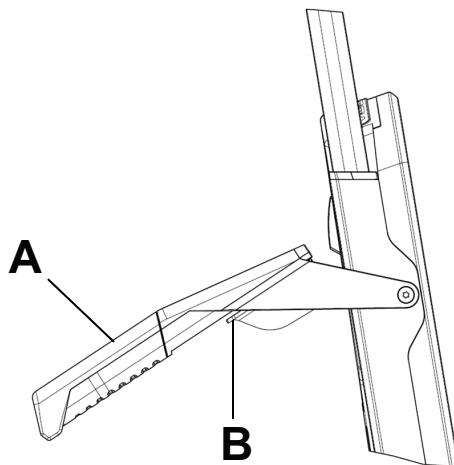

图 34 – 降低头端翻转手提手柄
1. 抬起头端翻转手提手柄 (A) (图 34)。
2. 用手指朝向您拉动红色手柄机构 (图 34)。